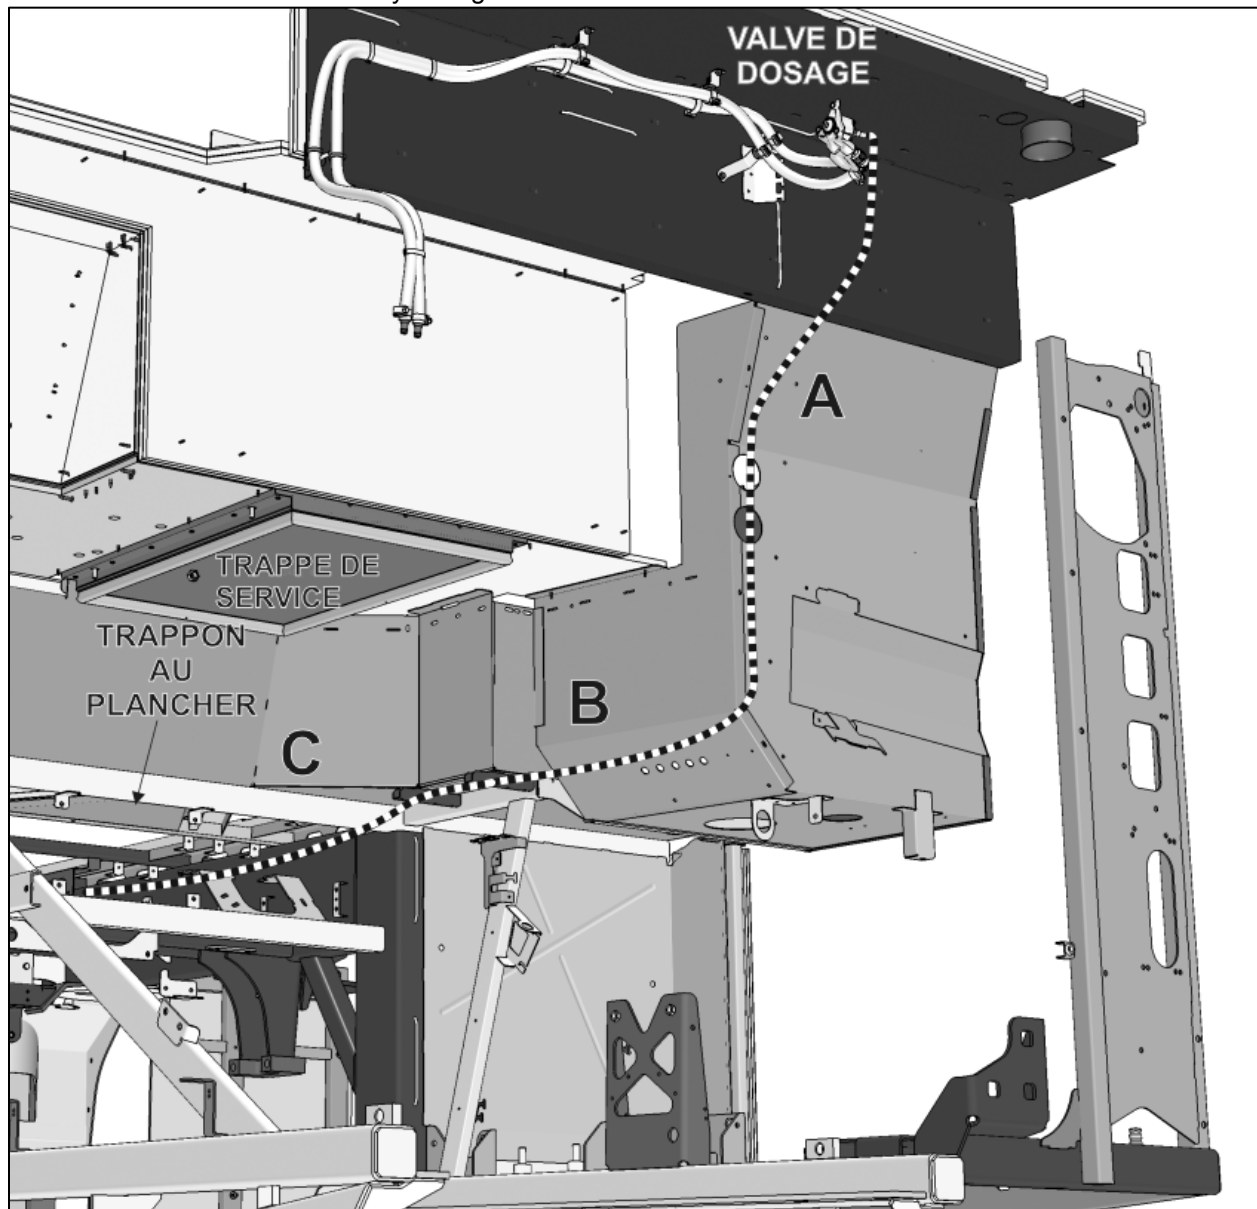

FIGURE 2
- A1.** (Se référer à la figure 2) à partir de la valve de dosage, suivre le tracé vers le bas **A** tel qu'indiqué à la fig.2 puis aller vers le devant du véhicule en s'attachant sommairement au boyaux existants **B**. Poursuivre jusqu'au support de gestion des boyaux et câblages dans la zone **C**.